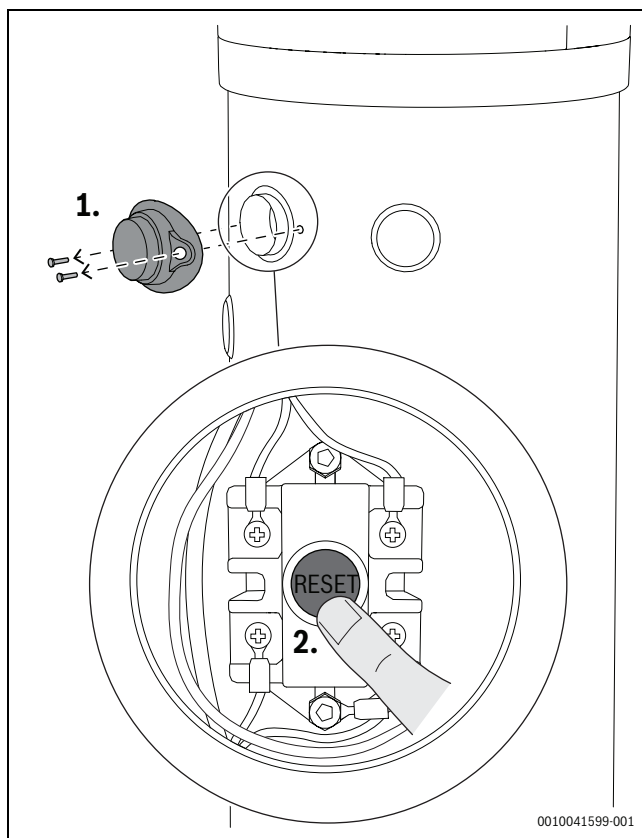

Fig. 32 Réinitialisation du thermostat
- ▶ Démonter le cache en plastique en dévissant les vis de blocage correspondantes (étape 1, Fig. 32)
- ▶ Réinitialiser manuellement le thermostat de sécurité (étape 2, Fig. 32)